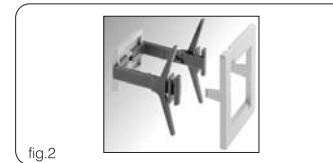

fig.2
- retroquadro con kit a richiesta (fig. 2).